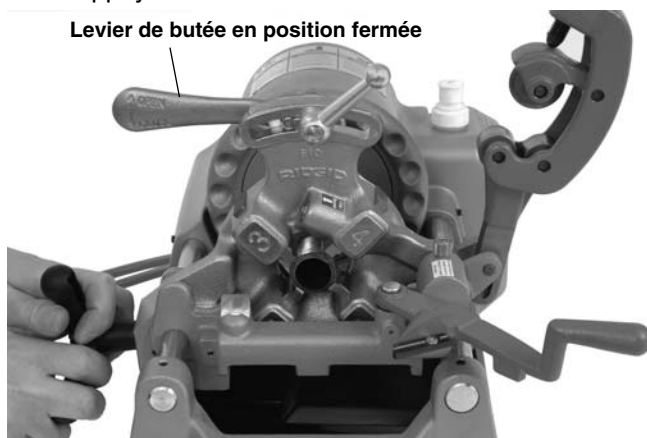

Figure 13 – Filetage des tuyaux à l'aide de la tête de filière n° 610
2. Fermez le levier de butée de la tête de filière en le ramenant vers vous (*Figure 13*).